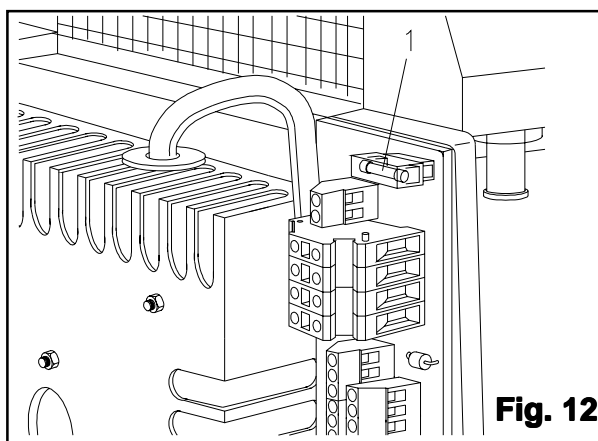

Fig. 12
-Verificare la continuità alle estremità del fusibile (Fig. 12 Rif.1).
-Verify the continuity at its terminals (Fig. 12 Ref.1).